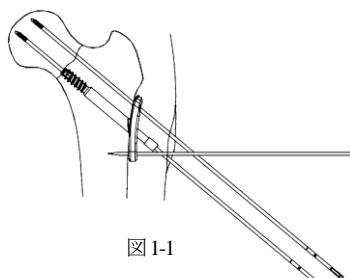

図 1-1
- 骨幹部仮固定ピンを骨幹部スクリューホールに刺入し、チューブプレートを仮固定します。(図 1-1) 仮固定ピンのストッパーがスクリューホールに係合するため、プレートを骨面に軽圧着させることができます。